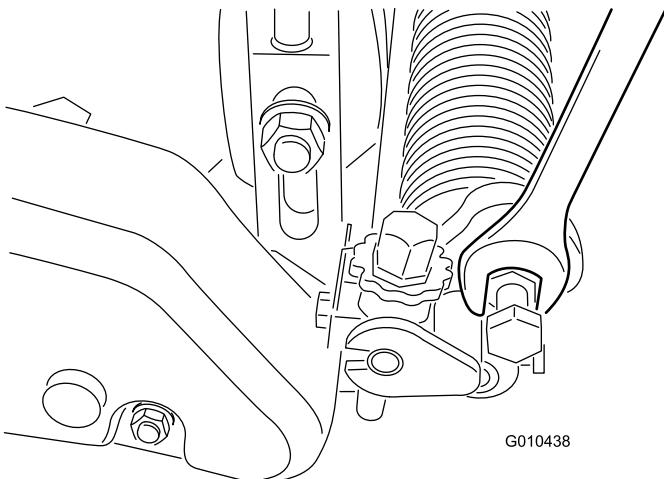

Figura 24
- Ruotate i bracci in alto o in basso nella posizione A o B (Figura 24).